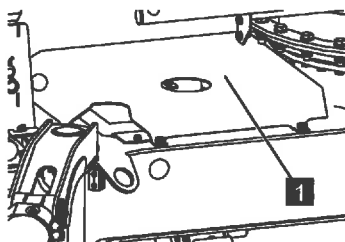

Abb. 221
1. Abdeckung (Abb.221/1) abschrauben.